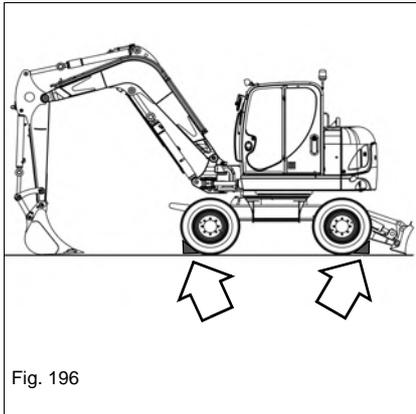

Fig. 196
12. Placer des cales de roues comme indiqué dans la Fig. 196, et prendre des mesures de sécurité pour éviter le déplacement de la machine.